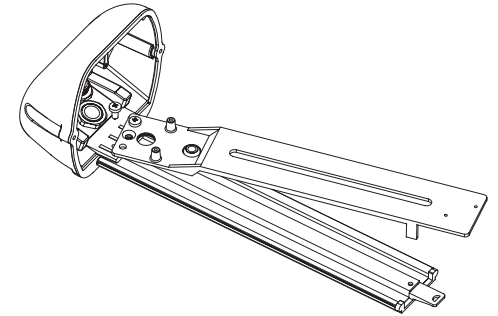

Fig. 2
- Far ruotare la slitta interna svitando una delle viti di fissaggio. (Fig. 2).
- Faire pivoter la glissière interne en desserrant l'une des vis de fixation (Fig. 2).
- Rotate the inner slide, removing one of the screws (Fig. 2).
- Eine der Befestigungsschrauben abnehmen und den internen Schlitten drehen lassen. (Fig. 2).